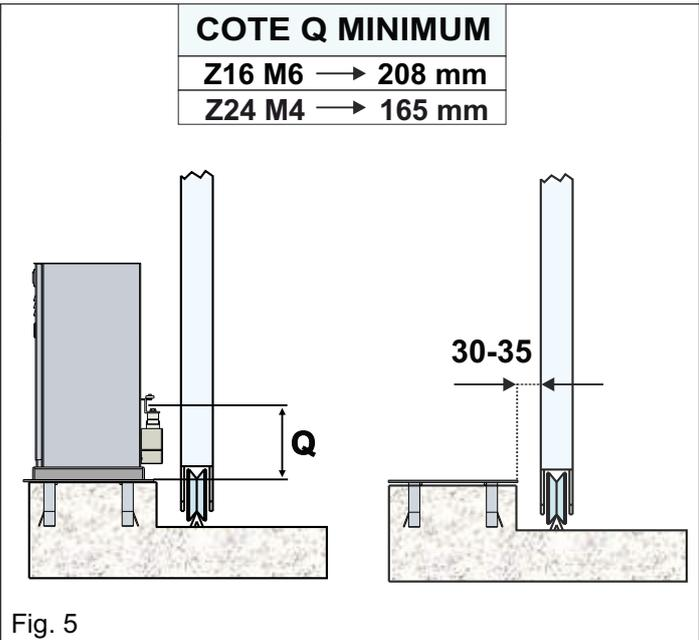
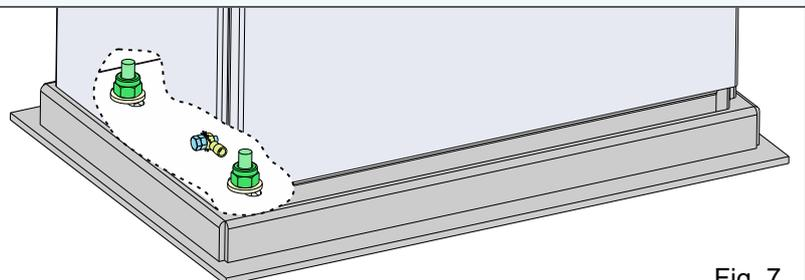

Fig. 5
Fig. 7
**3.3.** Avant de sceller la plaque d'ancrage, assurez-vous qu'elle est parfaitement horizontale et que la dimension de **30-35 mm** indiquée sur la Fig. 5 est respectée
**5.1.** Fixez le motoréducteur à la plaque de fondation à l'aide des écrous et vis fournies - Fig. 7, en ajustant sa position latérale et sa hauteur pour respecter les dimensions mentionnés sur la Fig. 5